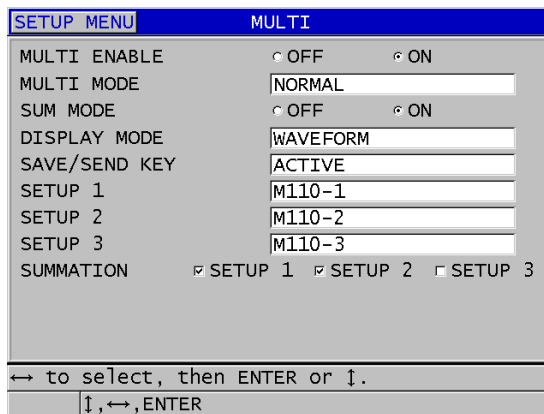

図 7-7 ノーマルモードでの多層材測定パラメータの設定
5. [多層材測定]画面（117 ページの図 7-7 参照）で、以下の操作を行います。